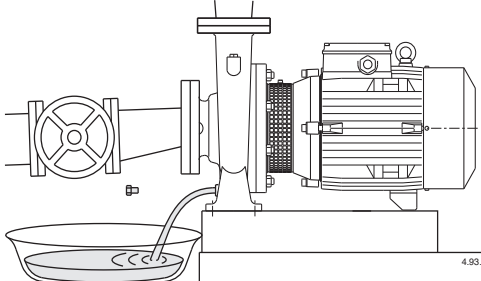

Рис. 4 Слив воды
**⚠** При продолжительных простоях, когда существует опасность замораживания жидкости, она должна быть полностью слита Рис. 4.